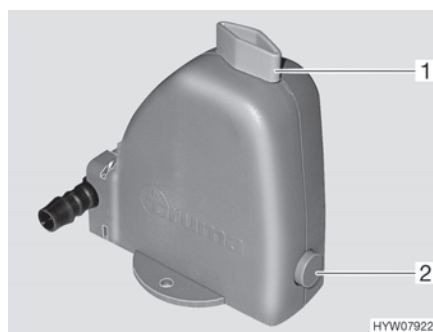

Fig. 127 Valve de sécurité et de vidange
Le chauffage est équipé d'une valve de sécurité et de vidange (Fig. 127). La valve de sécurité et de vidange évite que l'eau destinée à la préparation d'eau chaude ne gèle lorsqu'en cas de gèle, le chauffage n'est pas en marche.
- Fermer la valve de sécurité et de vidange. Tourner pour cela le bouton rotatif (Fig. 127,1) dans le sens transversal par rapport à la valve de sécurité et de vidange et enfoncer le bouton-poussoir (Fig. 127,2).
- Ouvrir la valve de sécurité et de vidange. Tourner le bouton rotatif (Fig. 127,1) dans le sens longitudinal par rapport à la valve de sécurité et de vidange. Le bouton-poussoir (Fig. 127,2) ressort. Le récipient d'eau sanitaire est vidé via la valve de sécurité et de vidange.